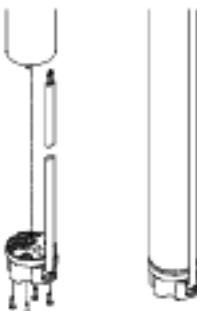

Рис. 8
4. Вставьте штекер в разъем электродвигателя. Штекер имеет позиционирующие элементы и потому не может быть подключен неправильно, смотрите рис. 8.